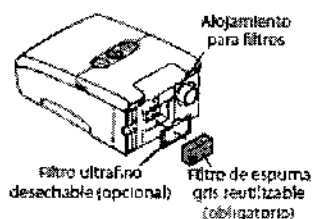

FIGURA 7-2
- 6) Vuelva a colocar los filtros, insertando el filtro ultrafino blanco primero, si corresponde, como se ilustra en la figura 7-2.